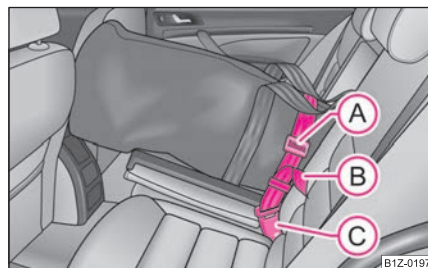

Fig. 115 Seguro de la bolsa para carga de gran longitud en el cierre central del cinturón de los asientos traseros
- Inserte el cinturón de seguridad de la bolsa para carga de gran longitud (A) en el cierre del cinturón central (C) ⇒ fig. 115.
- Apriete fuertemente el cinturón de seguridad por el extremo libre (B). ▶